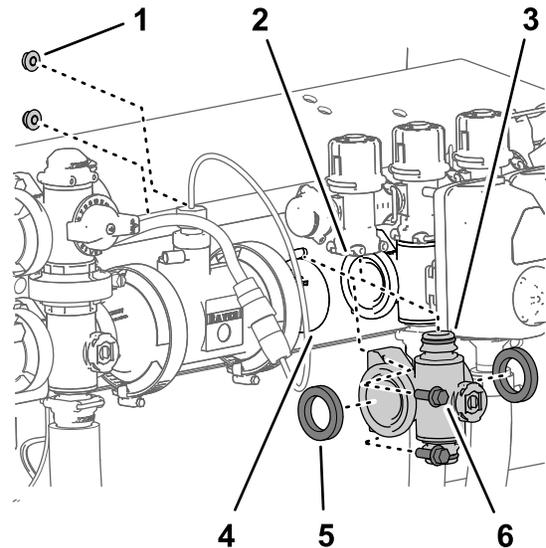
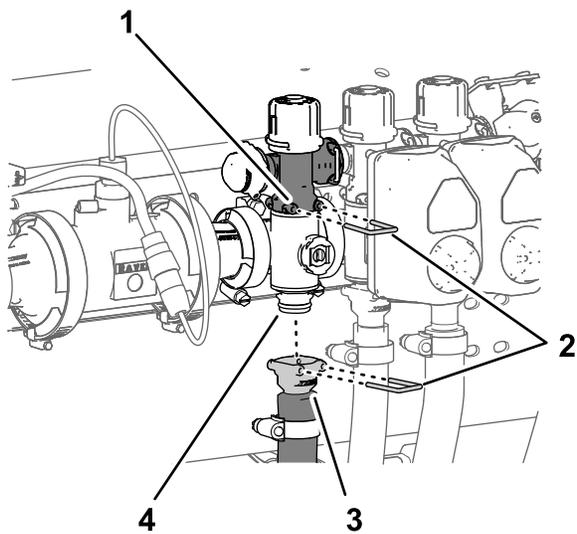

Figura 113
Figura 114
1. Alinhe as 2 juntas que removeu no passo Remoção da válvula do coletor de secção \(página 81\) com as flanges do coletor da válvula de secção (Figura 113).
2. Alinhe a flange do coletor da válvula de secção entre as flanges da outra válvula de secção e/ou adaptador de acoplamento (Figura 113).
3. Monte o encaixe de ligação rápida do coletor da válvula de secção na tomada de desligação rápida da válvula de distribuição da secção com um pino de ligação rápida (Figura 113 e Figura 114).
5. Para os coletores de válvula da secção esquerdo ou direito, monte o coletor da válvula de secção no suporte da válvula (Figura 113) com os 2 parafusos de cabeça flangeada (1/4 pol. x 3/4 pol.) e 2 porcas de bloqueio flangeadas
- Monte o acoplador de ligação rápida do tubo de secção na união de ligação rápida do coletor da válvula de secção com o pino de ligação rápida (Figura 114).